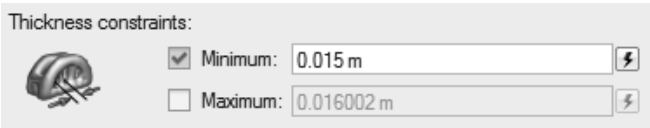

图 5-37
- 4) 在厚度约束中, 将最小增加至 0.015 m, 这样会加快优化速度, 如图 5-37 所示。